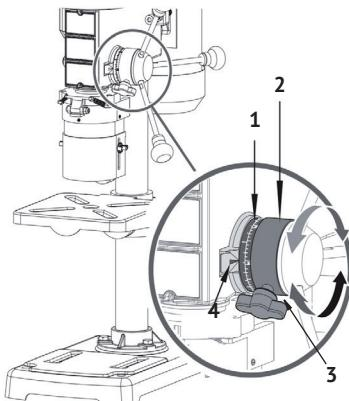

рис. 4
а) визуально, подавая сверло, по вращению кольца с лимбом (рис.4 поз.1) относительно стрелки-указателя (рис.4 поз.4) глубины сверления от 0 до 50 мм;
б) Установка фиксированной глубины сверления (см.рис.4):
- ослабить винт-баращек (рис.4 поз.3) фиксации кольца с лимбом;
- повернуть кольцо с лимбом (рис.4 поз.2) до совмещения нужного значения глубины сверления на лимбе со стрелкой-указателем (рис.4 поз.4);